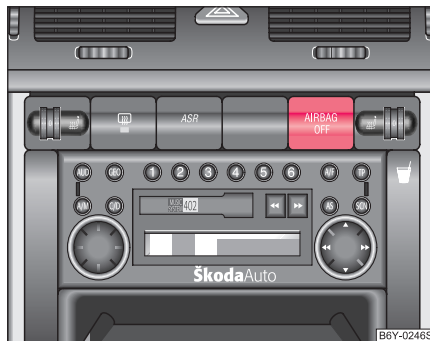

Fig. 106 Lampa de control pentru airbag-ul dezactivat al pasagerului din dreapta
- Verificați dacă, după punerea contactului motor, lampa de control **AIRBAG OFF** rămâne aprinsă ⇒ Fig. 106.
- Verificați dacă, după punerea contactului motor, lampa de control **AIRBAG OFF** nu este aprinsă ⇒ Fig. 106.
Lampa de control pentru sistemul airbag din tabloul de bord nu este aprinsă ⇒ Fig. 106.